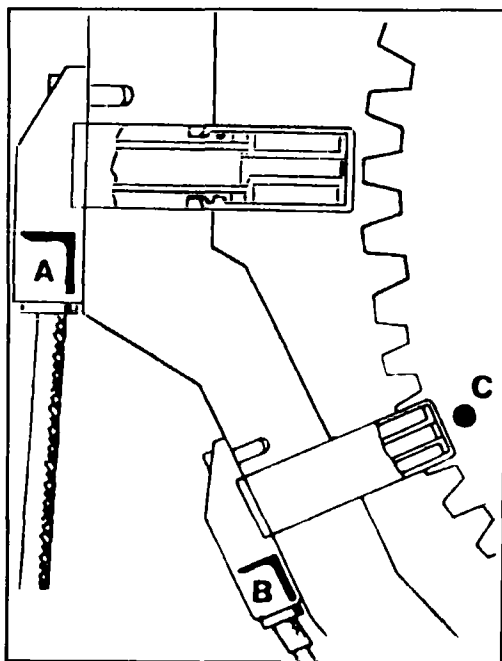

Рис. 4.76 Датчики частоты вращения/положения коленвала
- Частота вращения коленвала (главный параметр). Датчик частоты вращения находится над зубцовым венцом и передает в микропроцессорный модуль импульсы генерируемые во время вращения коленвала (см. рис. 4.76).